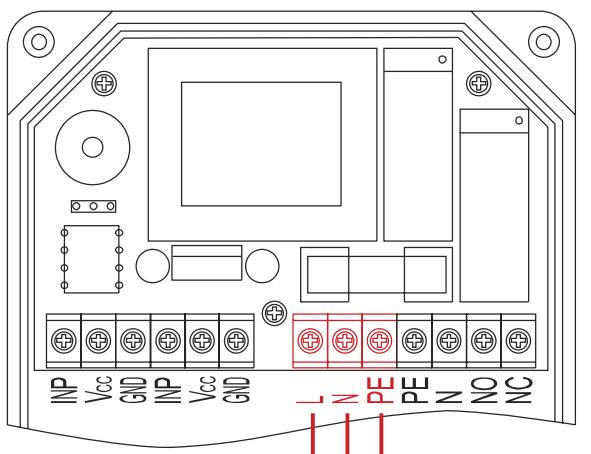

Рисунок 9. Подключение напряжения питания 220 вольт к блоку управления.
- Выполните подключение напряжения питания к блоку управления в соответствии со схемой подключения (рисунок 9).